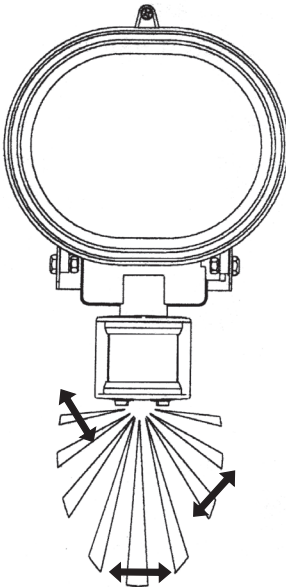
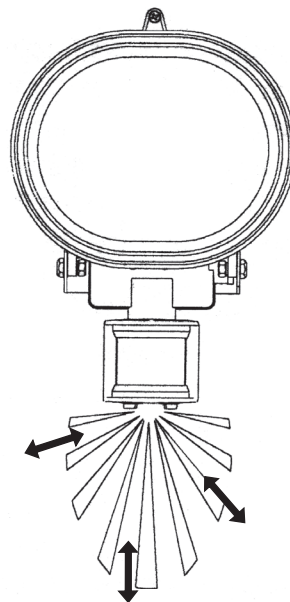

Fig. 1B
Fig. 1C
- Før du velger en plass for strålekasteren bør du tenke på at bevegelser på tvers av belysningens stråler (Fig. 1B) oppdages raskere enn bevegelser rett mot sensorens stråler (Fig. 1C).
3. Få hjelp av en annen person, som skal bevege seg på tvers av området. Juster forsiktig vinkelen på sensor-armen til strålekasteren aktiveres av personen som beveger seg i virkeområdet (Fig. 1B).